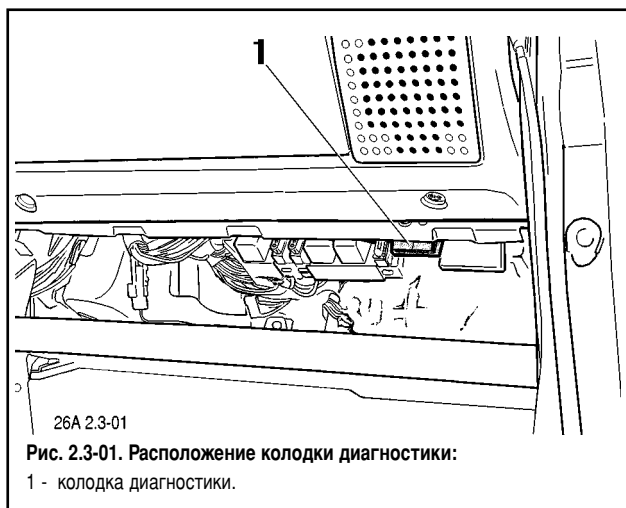

Рис. 2.3-01. Расположение колодки диагностики:
5) обеспечение взаимодействия с диагностическим оборудованием. О наличии неисправности система бортовой диагностики сигнализирует включением сигнализатора. Затем система бортовой диагностики должна обеспечить при помощи специального оборудования получение диагностической информации, хранящейся в памяти контроллера. Для этого в системе управления двигателем организован последовательный канал передачи информации, в состав которого входят контроллер ЭСУД (в роли приемопередатчика), стандартизованная колодка для подключения диагностического прибора (рис. 2.3-01) и соединяющий их провод (К-линия). Помимо колодки стандартизованы также протокол